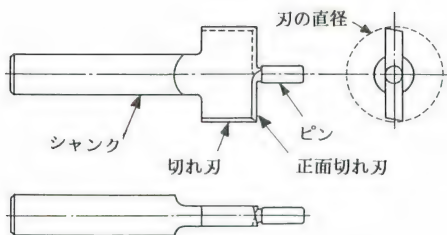
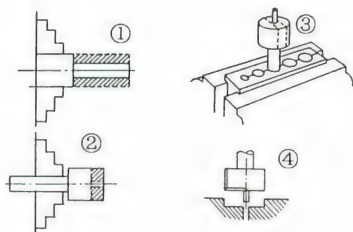
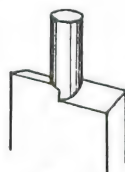

図21-15
図21-16
図21-17
図21-15は、正しい名前は知りませんがピンドリルとかトンボギリとも呼ばれ、ボルトの頭を沈める座(凹み)を削るとか板に大きな穴をあけるのに使います。図21-16は加工順です。①で柄を削り、②でピンを削ります。③でバイスにくわえて、刃の部分を点線のように手ノコで切って薄くし、刃の向きを間違えないようにヤスリで正面および側刃の角度をつけます。バイスにくわえるときは第12章図
12-8の口金を利用すると安全です。正面の切れ刃がピンと交わる部分は理想的には図21-17のようになるはずですが実際にはやりにくいので、図21-15のようにピンの根元を細くすると研ぎやすくなります。ここをうまく研がないと切れません。しかし焼きが入るとここが折れやすいので、ナマの丸棒でピンを作って押しこんでもよろしい。ただしあまりキック押しこむと刃が割れることがあります。写真21-18は自作例です。全体を丸棒から削り出したものや、古いヤスリから切り取って刃をつけた板を、丸または六角棒に溝割りした柄に差しこんでカシメてから焼き入れしたものなど、様々です。このカッターは非常に必要度が高いので長い年月の間に自作したものが百本以上のコレクションになりました。
使い方は、図21-16④のようにあらかじめピン直径の案内穴をあけておき、中速で回して静かに押しつけますと幅の広いキリコを出しながら削れます。案内穴を窮屈にするとピンが折れます。回転数はできるだけ低くしたほうがビビりの心配